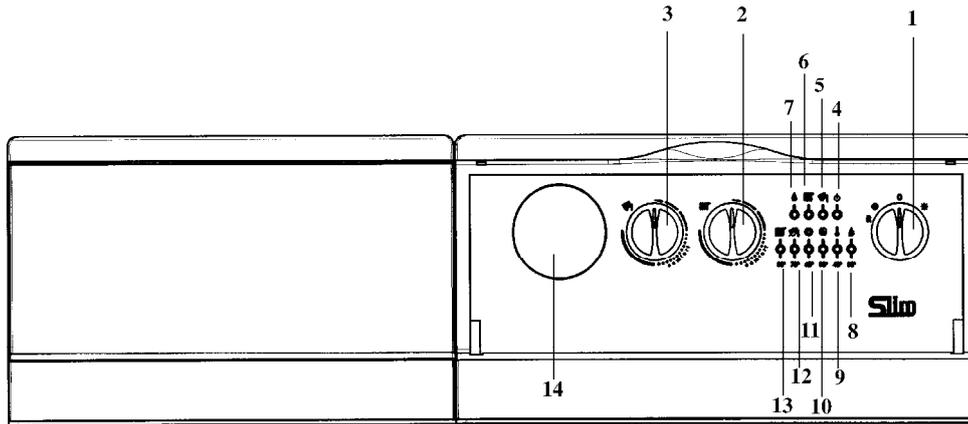

Рис. 1: Панель управления котла
- установить переключатель режимов «лето - зима» (рис. 1, позиция 1) в нужный режим;
- установить регулятор температуры воды в системе отопления (рис.1, позиция 2) на нужное значение;
- установить регулятор температуры воды в бойлере (рис.1, позиция 3) на нужное значение;
Режим работы в системе ГВС может быть исключен путем установки регулятора температуры воды в бойлере (рис.1, позиция 3) на минимальное значение, необходимое для защиты бойлера от замерзания.
Важная информация: при переключателе режимов «лето - зима» (рис. 1, позиция 1), установленном в положении «зима» ❄️, перед каждым очередным включением котла по сигналу регулятора системы отопления установлена задержка на несколько минут (для того чтобы избежать частых включений/выключений). Для того чтобы горелка включилась сразу, переведите переключатель в положение (0), а затем снова установите режим «зима».
- установить переключатель режимов лето-зима (рис.1, позиция 1), в положение "лето";
- установить регулятор температуры воды в бойлере (рис.1, позиция 3) на нужное значение.
Внимание! При первом включении внутри трубы подачи газа могут образоваться воздушные пробки. В таких случаях горелка не будет включаться и произойдет блокировка котла по газу (загорается красная лампочка блокировки котла - рис. 1, позиция 8). При возникновении данной проблемы повторите процесс включения котла до поступления газа в горелку, кратковременно установив перед включением переключатель режимов (рис. 1, позиция 1) в положение R (сброс).
Данное устройство может быть снабжено комнатным термостатом для контроля температуры отапливаемого помещения. В этом случае регулятор температуры воды в системе отопления (рис.1, поз. 2) устанавливается в максимальное положение, а сигналы на включение и выключение котла поступают от комнатного термостата.
При отсутствии комнатного термостата температура помещения регулируется косвенным образом при помощи регулятора температуры воды в системе отопления (рис.1, поз. 2); при таких условиях насос системы отопления работает постоянно. Для увеличения температуры повернуть регулятор по часовой стрелке, для уменьшения - против часовой стрелки.
- Установить переключатель режимов (рис. 1, поз. 1) в положение «лето» ☀. В этом случае котел будет работать только на контур ГВС.
- Установить переключатель режимов (рис. 1, поз. 1) в положение (0), проследив, чтобы лампочка-индикатор (рис. 1, позиция 2) погасла; таким образом прекращается подача электричества на котел.
Регулятор температуры воды в бойлере (рис. 1, поз. 3) может использоваться только при наличии накопительного бойлера. В этом случае возможно отрегулировать температуру воды контура ГВС, установив регулятор на нужное значение.
Приоритет ГВС можно отключить установив регулятор (рис. 1, поз. 3) на минимальное значение в соответствии с функцией защиты от замерзания воды в бойлере.
- переключатель режимов (рис.1, позиция 1) не установлен в положение (0);
Если Вы не хотите нагревать воду в бойлере, переведите регулятор температуры горячей воды (рис.1, позиция 3) на минимальное значение (0); электронная система управления проследит за тем, чтобы температура не опускалась ниже 5°С.